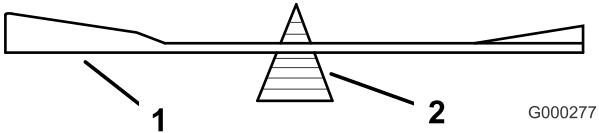
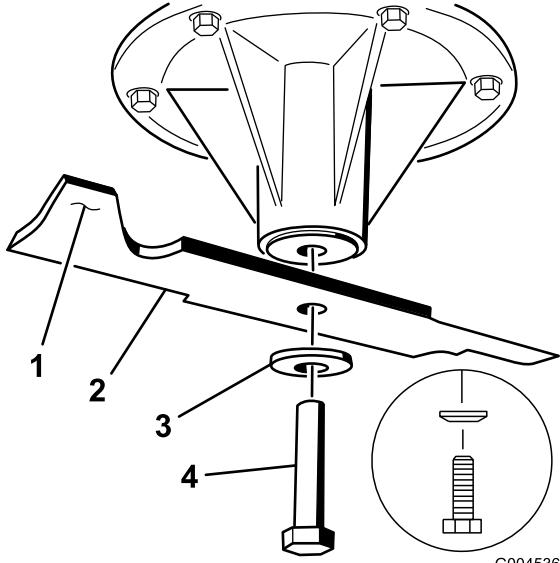

Figure 85
Figure 86
2. Retirez le boulon, la rondelle élastique et la lame de l'axe (Figure 86).
2. Vérifiez l'équilibre de la lame en la plaçant sur un équilibrEUR (Figure 85). Si la lame reste horizontale, elle est équilibrée et peut être utilisée. Si la lame est déséquilibrée, limez un peu l'extrémité de la partie relevée seulement (Figure 86). Répétez la procédure jusqu'à ce que la lame soit équilibrée.
2. Montez la rondelle bombée et le boulon de la lame. Le cône de la rondelle bombée doit être dirigé vers la tête du boulon (Figure 86). Serrez le boulon de lame à un couple de 115 à 150 N m.
1. Placez la lame sur l'axe (Figure 86).